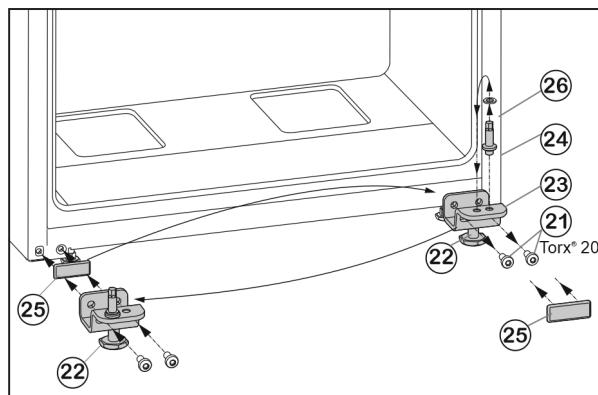

Fig. 7
- Atukite tvirtinimo varžtus Fig. 7 (21).
- Nuimkite visą apatinę atraminę gembę Fig. 7 (23) su atraminiu varžtu Fig. 7 (24), poveržle Fig. 7 (26) ir reguliavimo kojele Fig. 7 (22).
- Visiškai atukite atraminį varžtą Fig. 7 (24) su poveržle Fig. 7 (26), perkelkite į priešingoje atraminių gembės pusėje esančią tvirtinimo angą ir vėl priveržkite.
- Atsargiai nuimkite dengiamąją plokštelynę Fig. 7 (25) ir perkelkite ją į priešingą pusę.
- Apatinę atraminię gembę Fig. 7 (23) su atraminiu varžtu Fig. 7 (24), poveržle Fig. 7 (26) ir reguliavimo kojele Fig. 7 (22) vėl tvirtai prisukite kitoje lankstų pusėje, prieikus, naudodami akumuliatorinį atsuktuvą (su 4 Nm).
- Apatines duris iš viršaus uždékite ant atraminių varžtų Fig. 7 (24).
- Išsukite reguliavimo kojelę Fig. 7 (22) apatinėje atraminių gembėje Fig. 7 (23), kol ji priglus prie žemės.